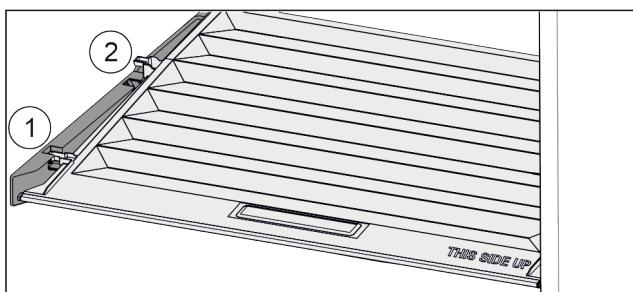

Fig. 97
- Потянуть крышку до отверстия в поддерживающих деталях вперед Fig. 97 (1).
- Поднять сзади снизу и извлечь Fig. 97 (2) движением верх.